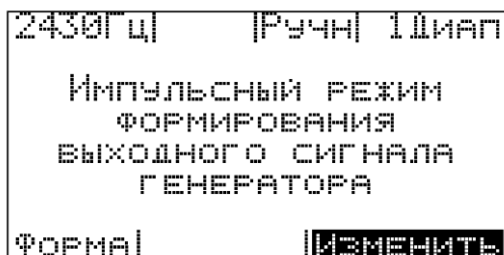

рис. 5
- нажимать левую кнопку "Установка режимов" (6) до появления пункта меню "Форма";
- нажать правую кнопку "Установка режимов" (6) - "Изменить" при этом на экране будет отображаться изображение, похожее на рис. 5